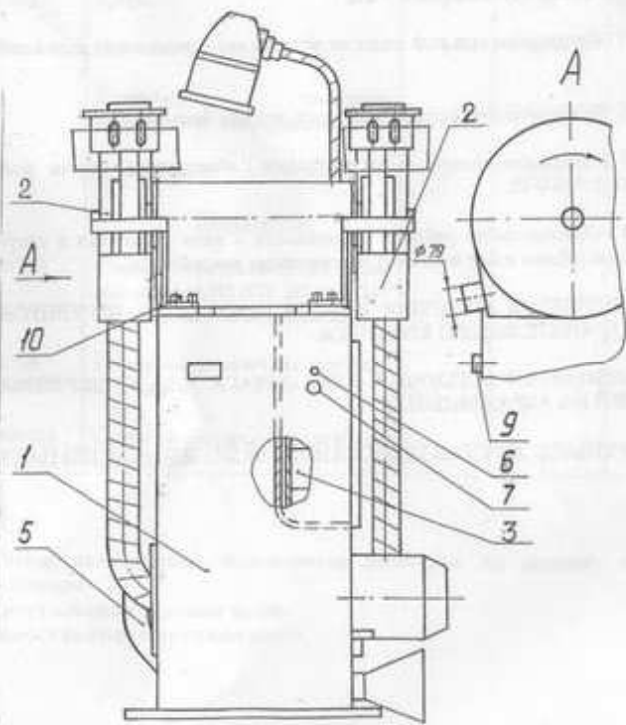

Рисунок 2 - Состав станка
5.1 Состав станка с указанием составных частей (рисунок 2).
6.1 Изображение станка с обозначением органов управления (рисунок 2).
Поз. см. рисунок 2	Органы управления и их назначение